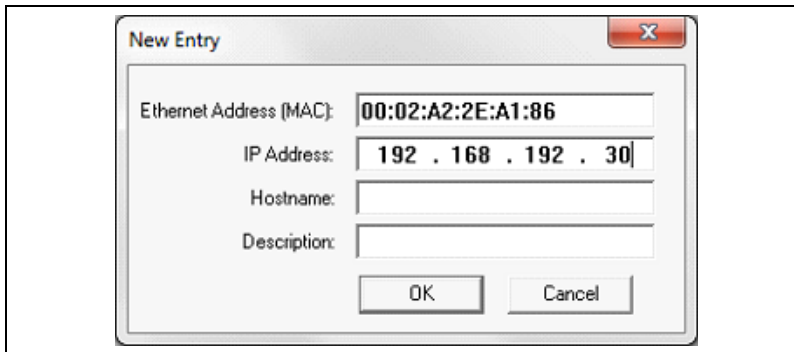

Abb. 6.10: Fenster „New Entry“ nach Eintragen der IP-Adresse
*Die vergebenen IP-Adressen werden in der Liste (2) (Relation List) angezeigt. (Abb. 6.10).*